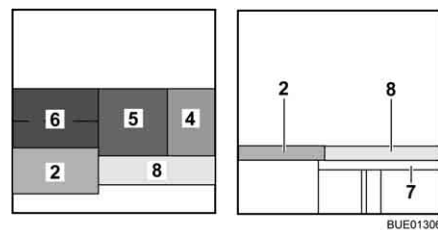

Fig. 129 Après la transformation
- Placer le coussin d'assise (Fig. 129,5) au centre.
- Placer le coussin de dossier (Fig. 129,4) entre le coussin d'assise et la cloison.
- Accrocher la rallonge latérale de lit (Fig. 129,7) dans les supports sur les banquettes.
- Placer le coussin supplémentaire (Fig. 129,8) sur la rallonge latérale de lit.